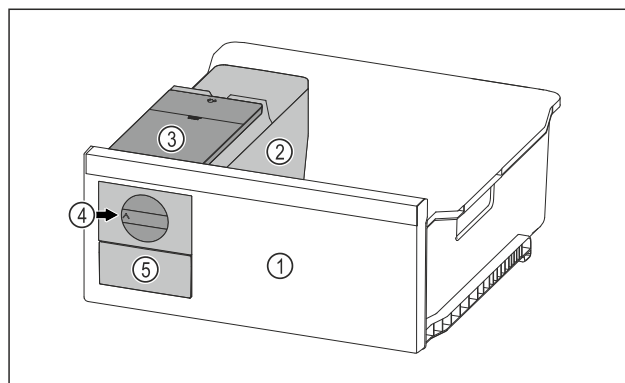

Fig. 80 Примерно изображение
- Завъртете въртящото се копче Fig. 80 (4) по часовниковата стрелка до упор.
- Ледените кубчета падат от формата за ледени кубчета в чекмеджето за ледени кубчета Fig. 80 (5).